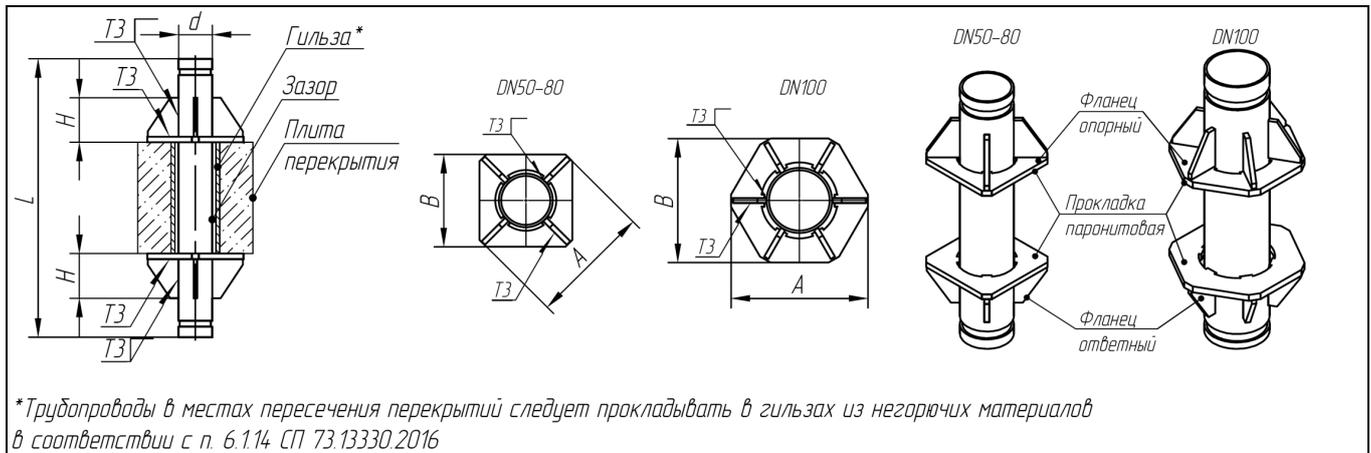

Рис.2. Схема устройства неподвижных опор «Энергия-Аква» DN50...DN100.
Схема устройства неподвижных опор «Энергия-Аква» DN50...DN100 представлена на рис.2 (стр. 5).
(см. рис.2 на стр. 5)**
«ЭНЕРГИЯ-АКВА» DN50...DN100 (см. рис.2 на стр. 5)**
- 2.2. Установить патрубок с опорным фланцем, пропустив патрубок в гильзу в плите перекрытия. Приварить косынки опорного фланца к патрубку в соответствии с рис.2 (стр. 5, сварной шов ТЗ катетом не менее толщины стенки патрубка). Обеспечить плотное прилегание основания опорного фланца и паронитовой прокладки к плите перекрытия, зазоры не допускаются.
- 2.6. Приварить косынки ответного фланца к патрубку в соответствии с рис.2 (стр. 5, сварной шов ТЗ катетом не менее толщины стенки патрубка).